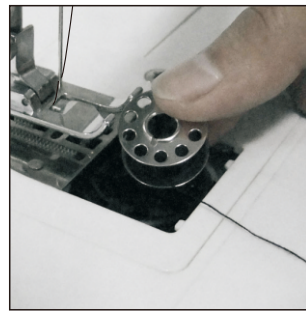

Fig.8
2. Sätt in den nya spolen i spolbehållaren, men en tråd som går medurs. Lämna 10 cm av tråden hängandes ut (fig.8).